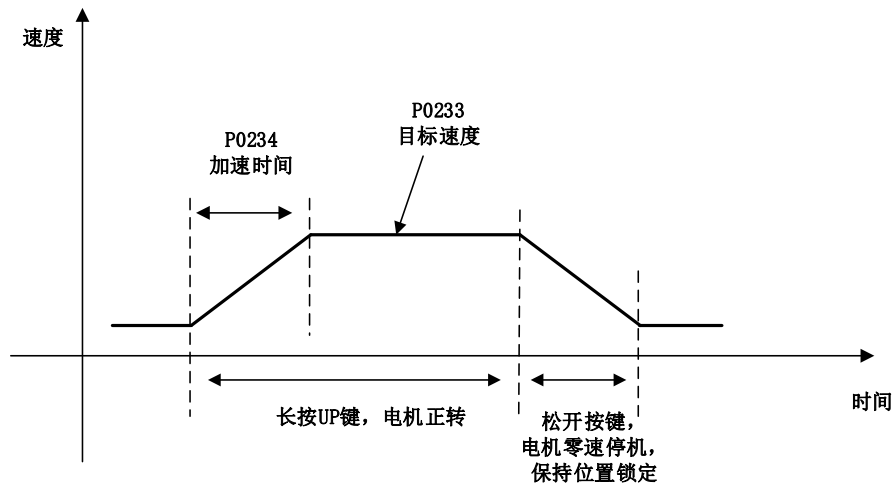

图 6.3 离线辨识以 JOG 点动模式辨识(以正转为例)
- 5) 离线辨识有不同的速度曲线及关联参数，参考图 6.3 。